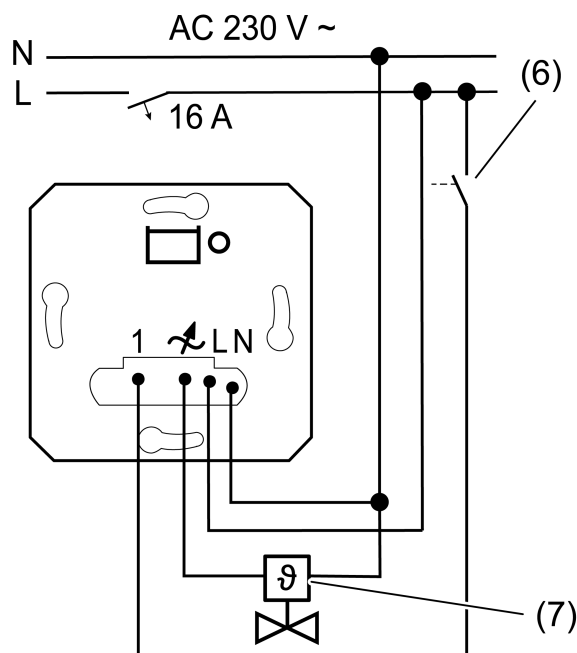

Figura 3: Schema di collegamento in combinazione con unità di comando del regolatore di temperatura ambiente
**Montaggio e collegamento dell'apparecchio come regolatore di temperatura ambiente (Figura 3)**